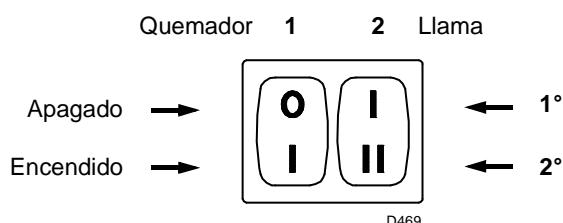

Fig. 19
- Poner en marcha el quemador cerrando los termostatos y con el interruptor 1)(Fig. 19)en la posición "ENCENDIDO". La bomba debe girar en el sentido de la flecha que hay marcada en la tapa.
- Cuando el gasóleo sale por el tornillo 4) o 8), es indicación de que la bomba está cebada. Parar el quemador: interruptor 1)(Fig. 19) en posición de "APAGADO" y enroscar el tornillo 4) o 8).